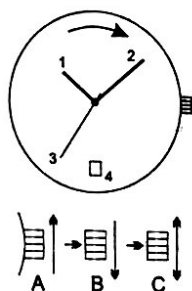

рис. 4
MIYOTA 6T51 (рис. 4):
Внимание! Установка и корректировка времени осуществляется путем вращения заводной головки таким образом, чтобы стрелки осуществляли движение вперед (по ходу движения часовой стрелки, смотрите рис. 4). В этой позиции, вращая головку, вы устанавливаете нужное время.
Для установки или коррекции даты (4) вытяните заводную головку в положение (B). Вращая заводную головку по часовой стрелке (рис. 4) добейтесь смены даты. Выставьте стрелки на 6:00. Вытягивая и отпуская заводную головку в положение (C) установите необходимую дату. В положении (B) установите нужное Вам время. Переведите головку в положение (A).